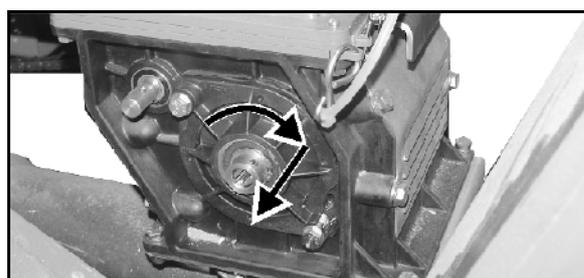

Fig. 71
4. Den Lagerdeckel (Fig. 71) verdrehen und abziehen.